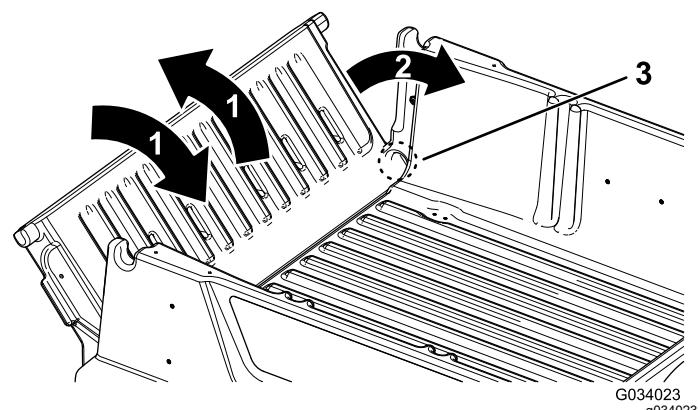

Figure 14
2. Faites pivoter le hayon à environ 45° (Figure 14).
- Faites pivoter le hayon d'avant en arrière en l'agitant légèrement quelques secondes (Figure 14).